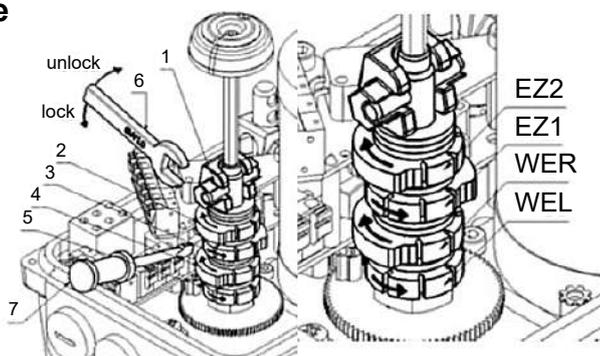

Fig. 4: Réglage des interrupteurs de fin de course
Faire avancer le servomoteur jusqu'à la position de fin de course souhaitée. Utiliser une clé SW10 pour ouvrir l'excentrique (1) et ajuster la came de commutation avec un tournevis (7). Puis, refermer l'excentrique avec la clé (Fig. 4).